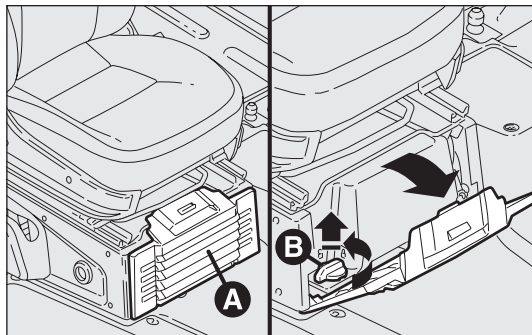
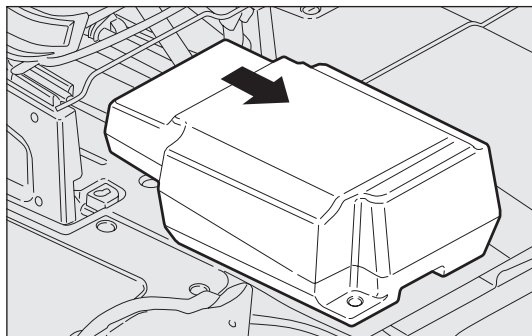

рис. 212
рис. 213
- откройте и снимите крышку А, как показано на рис. 212;
- поверните против часовой стрелки блокировочную ручку В и снимите ее – рис. 212, чтобы можно было выдвинуть ящик – рис. 213;